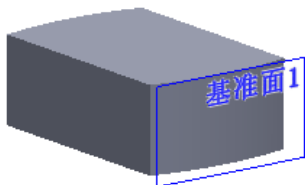

图 3.34.4 基准面 1
Step3. 创建图 3.34.4 所示的基准面 1。选择下拉菜单 **插入(I)**  **参考几何体(G)**  **基准面(E)...** 命令，系统弹出“基准面”对话框；选取上视基准面作为基准面的参考实体，在  后的文本框内输入偏移距离值 42.0，选中  **反转** 复选框；单击对话框中的  按钮，完成基准面 1 的创作。